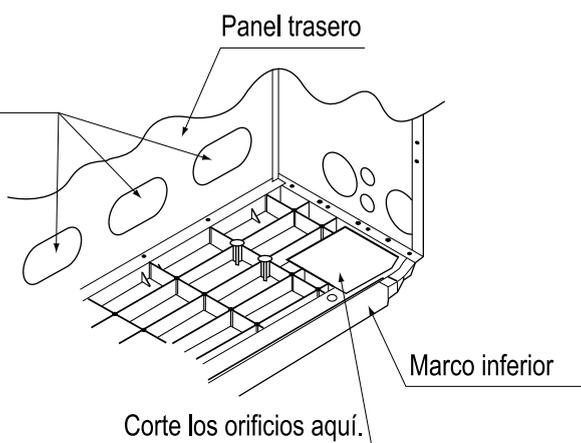

Fig. 14
1. Abra los orificios ciegos del panel trasero. (Refiérase a la Fig. 14)
1. Corte los orificios en el área indicada en el marco inferior. (Refiérase a la Fig. 14)